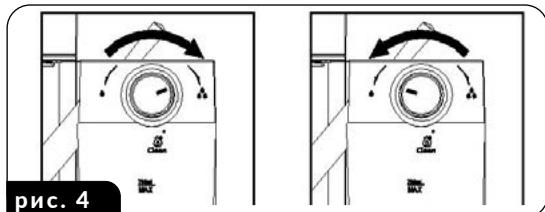

рис. 4
ВНИМАНИЕ! Перед приготовлением кофе КАПУЧИНО отрегулируйте количество вспененного молока в соответствии с собственными предпочтениями, повернув ручку подачи (23) влево, чтобы получить больше пены, или вправо, чтобы уменьшить количество пены (рис. 4). Интенсивность пены можно регулировать также во время процесса вспенивания.
ВНИМАНИЕ! Перед приготовлением кофе ЛАТТЕ отрегулируйте количество вспененного молока в соответствии с собственными предпочтениями, повернув ручку подачи (23) вправо, чтобы получить больше пены, или влево, чтобы уменьшить количество пены (рис. 4). Интенсивность пены можно регулировать также во время процесса вспенивания.
1. Установите выбранный фильтр (13) в колбе (10), заполните его кофе и установите колбу в кофемашине.
2. Убедитесь, что в емкости (15) находится достаточное количество воды, а в емкости (19) – достаточное количество молока.